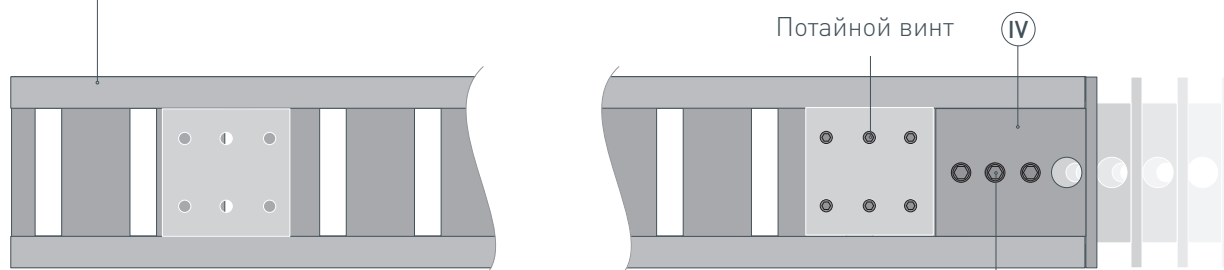

Рис. 2. Установка заглушки (Ⓦ) на профиль (Ⓘ). Вид сверху
- 1** / Перед началом монтажа временно вытащите эластичную ленту-вставку (Ⓥ) из профиля (Ⓘ). Установите на профиль (Ⓘ) фиксирующие крепления (Ⓦ) на одинаковом расстоянии друг от друга, как показано на рис. 1. Установите на один из концов профиля (Ⓘ) заглушку (Ⓦ) и при помощи шестигранного ключа зафиксируйте ее винтами из комплекта заглушек (Ⓦ), как показано на рис. 2. Затяните потайными винтами фиксирующее крепление (Ⓦ), расположенное на краю профиля (Ⓘ) с установленной заглушкой (Ⓦ).